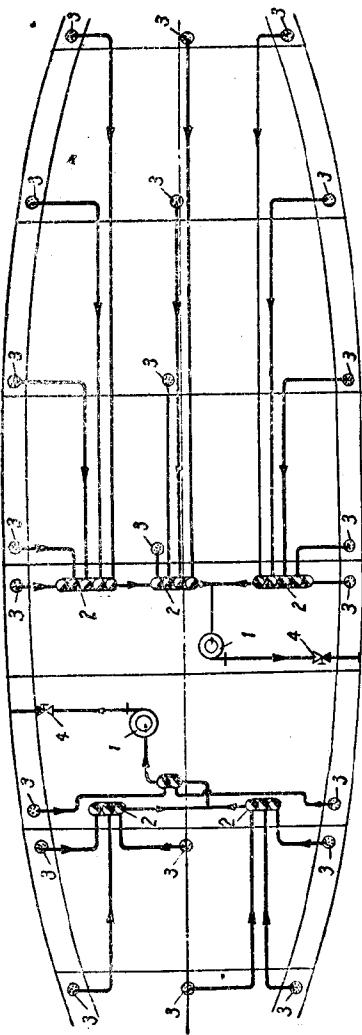

图 7 按分组原则布置的仓底疏水系统图
2) 分組原則 船舶艏部各仓的仓底疏水管分別接到裝在鍋爐仓內截止-止回式閥箱，閥箱可为一只或几只，藉管子將各閥箱連成一組用于管接到專用的仓底水泵；而艉部的也是一样，閥箱裝在机器仓里，如图 7